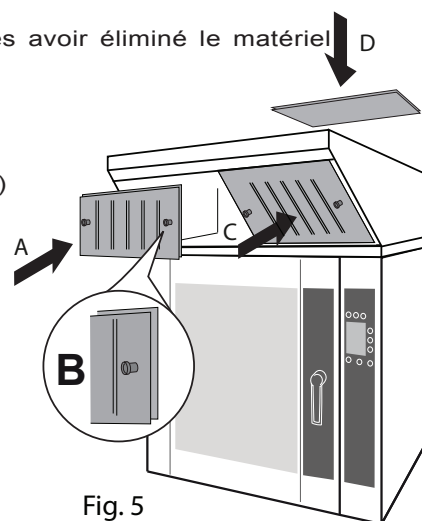

Fig. 5
1. Insérer le panneau postérieure dans la guide appropriée (Fig. 5/A) avec l'aide des poignée (Fig. 5/B).
2. Insérer le deux panneaux antérieur dans la guide appropriée (Fig. 5/C) avec l'aide des poignée (Fig. 5/B).
3. Insérer le filtre supérieur et le bloqué avec le bloque approprié (Fig. 5/D).
1. Soulever les filtres antérieurs et le enlever de ses guides (Fig. 5/C).
2. Soulever le filtre postérieur et l'enlever de guide (Fig. 5/A).
3. Turner le bloque de fixation et enlever le filtre supérieur (Fig. 5/D).
L'appareil doit être inclus dans un système «équipotentiel» de déchargement à la terre (Fig. 5).